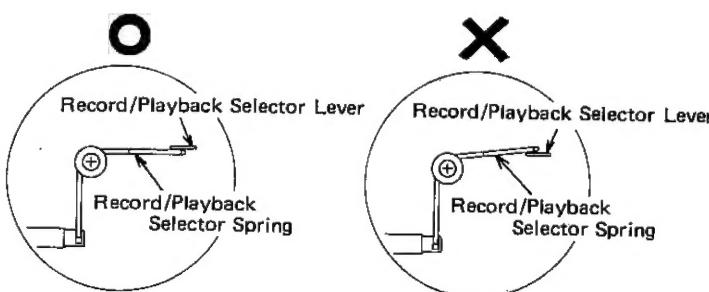

Figure 4-5
- \* Set the mechanism in such a way as that the record/playback selector lever is positioned as shown in Fig. 4-5.
\* Das Laufwerk so einstellen, daß der Aufnahme/Wiedergabe-Wahlhebel wie in Abbildung 4-5 gezeigt positioniert wird.
\* Régler le mécanisme de manière à positionner le levier de sélection d'enregistrement/lecture comme le montre la Fig. 4-5.